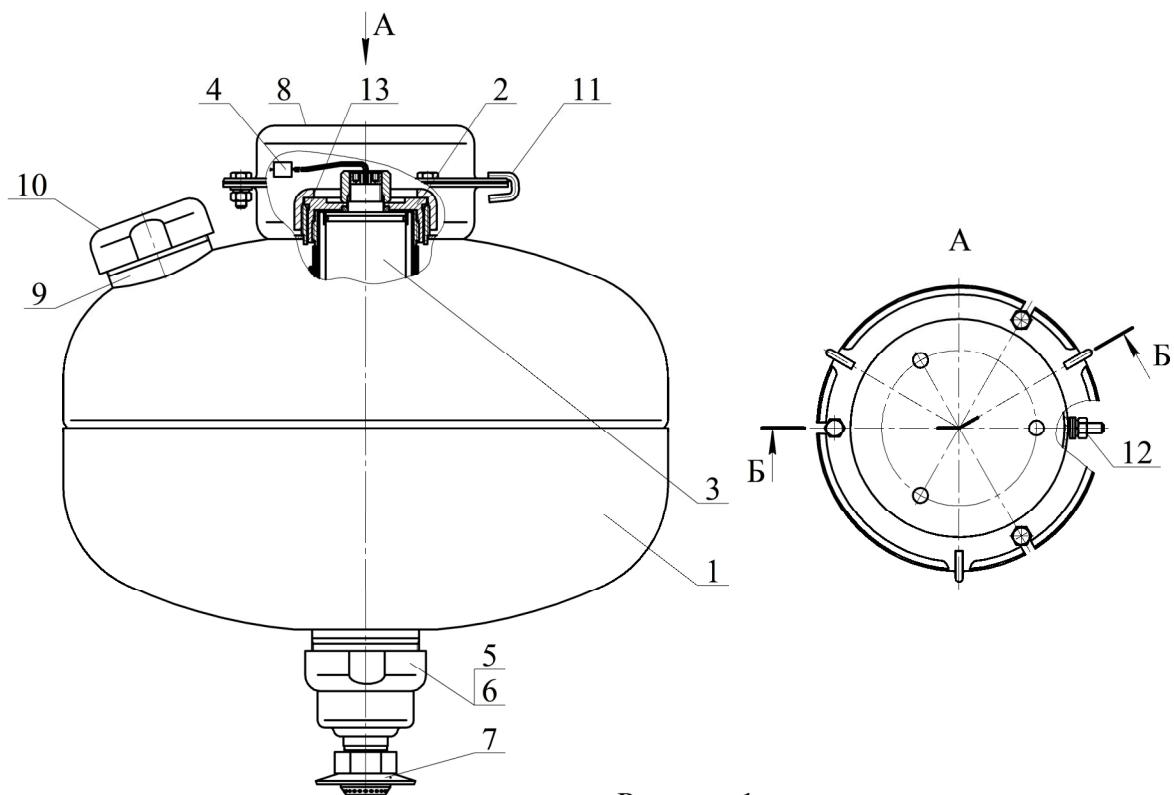

Рисунок 1
4.1.1 МУПТВ (см. рисунок 1) состоит из корпуса 1, заправленного ОТВ, в котором размещено газогенерирующее устройство 2.
4.2.1 После подачи электрического импульса на выводы элемента электропускового 4 (см. рисунок 1) ИХГ 3 генерирует газ, который создает давление внутри корпуса МУПТВ для вскрытия мембраны 5 и выпуска через насадок-распылитель 7 в зону горения тонкораспыленной струи ОТВ.
6.3 Закрепить кронштейн 8 (см. рисунок 1) на потолке. Координаты отверстий в кронштейне приведены на рисунке 6.
6.5.3 Полученный раствор ОТВ залить в отверстие верхней горловины **9** (см. рисунок 1). Для окончательного приготовления ОТВ открыть упаковку с жидкой добавкой и залить ее в отверстие верхней горловины **9**. Установить в отверстие горловины предохранительный клапан **10**. Сверху закрутить гайку до упора.
6.6 На выпускную горловину гайки **6** (см. рисунок 1) накрутить до упора насадок-распылитель **7**.